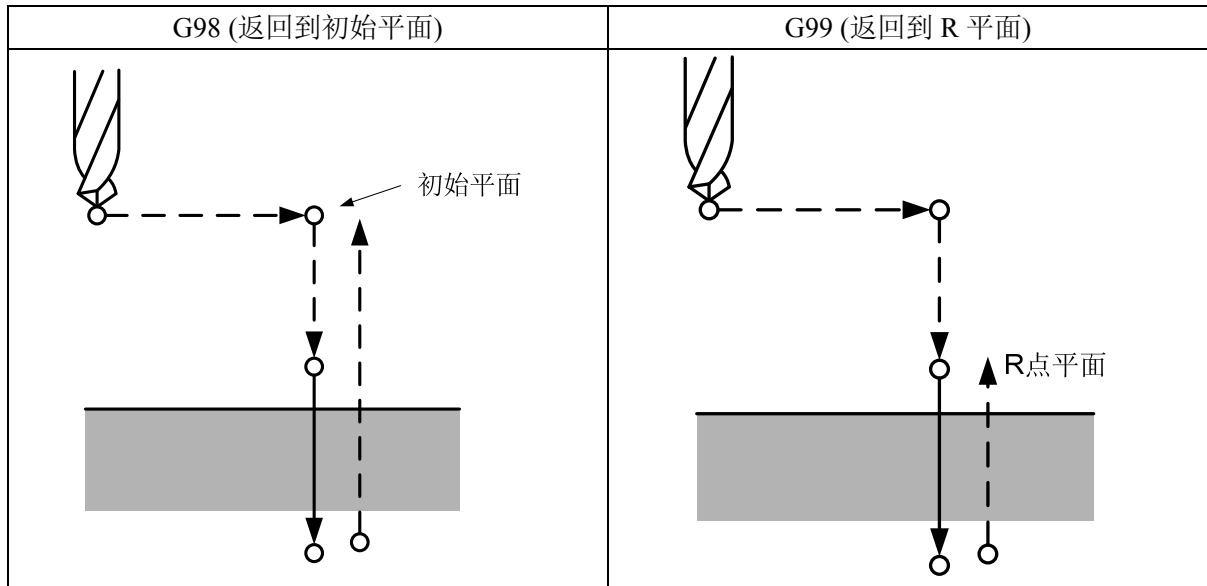

图 5-3 刀具返回位置
- 当刀具到达孔底后，刀具返回到 R 点平面或初始位置平面，由 G98 和 G99 决定。图 5-3 显示了指定 G98 或 G99 时的刀具移动情况。